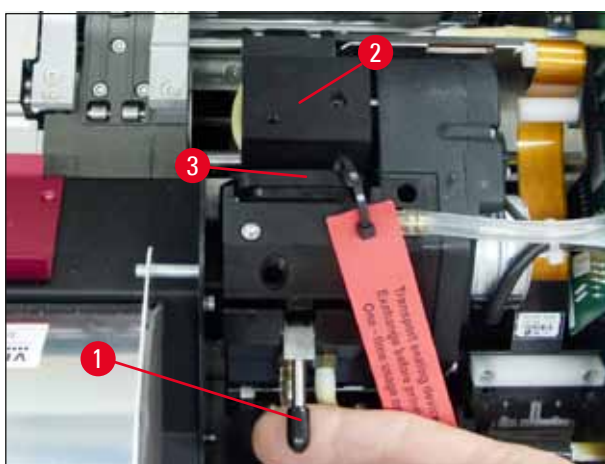

Fig. 34
4. La testina di stampa (→ "Fig. 34-2") si sposta verso l'alto a ca. 1 cm dalla guarnizione a labbro (→ "Fig. 34").